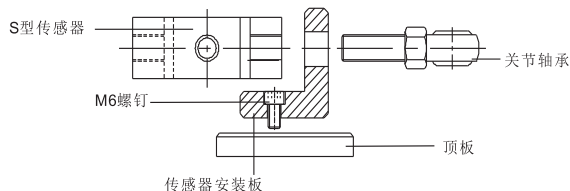

图6 S型传感器安装示意图
- 4、数显式推拉力计安装(S型传感器外置): 利用附件2枚M6螺钉, 将传感器安装板直接安装于机架上, 再取附件内的关节轴承、S型传感器按附图6连接即可;